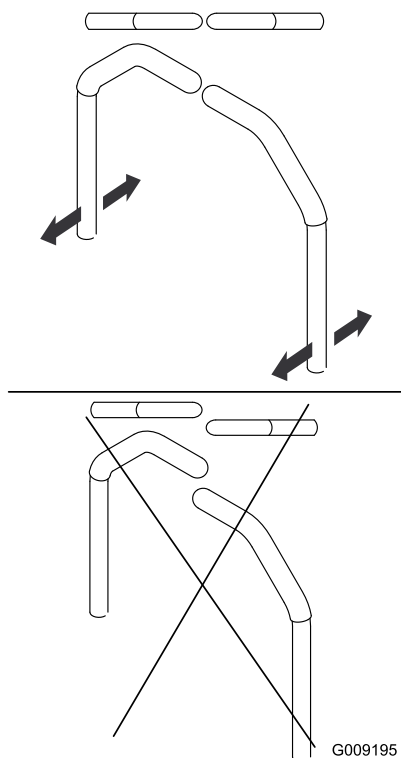

Рисунок 47
9. Отрегулируйте продольное положение рычагов, установив их вместе в НЕЙТРАЛЬНОЕ положение и сдвинув так, чтобы они совпали, затем затяните болты (Рисунок 47).